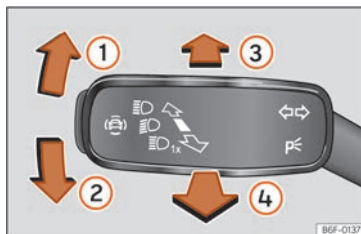

Abb. 97 Blinker- und Fernlichthebel.
- Drücken Sie den Blinker- und Fernlichthebel aus der Ausgangsstellung nach vorne »» **Abb. 97** ③.
- **ODER:** Ziehen Sie bei eingeschaltetem Fernlichtassistenten den Blinker- und Fernlichthebel nach hinten »» **Abb. 97** ④.